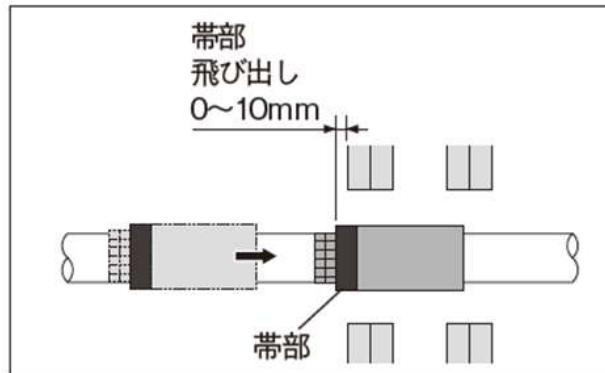

図4-14 耐火プラグのスライド
- ・裏側フィルム先端を配管のマーキングまでスライドさせて下さい（図4-14）。